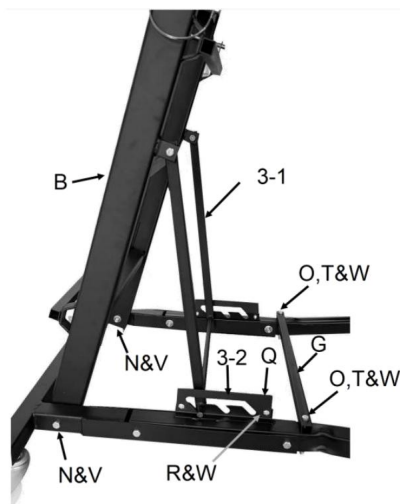

Fig. 3
3. Installez l'ensemble échelle (B) en en insérant un boulon de cadre (N) à travers chaque côté de la base d'un contre-écrou1 (V). Balançoire le support d'angle de l'échelle (Fig.3 3-1) dans le crans de réglage de la hauteur (3-2). Assurez-vous la barre transversale est bien en place.
4. Placez le support transversal de jambe (G) sur les deux jambes (E et F), en alignant les trous des boulons. Insérez un boulon de support transversal (O) à travers chaque extrémité de le support transversal de la jambe et la jambe. Faites glisser une rondelle (T) sur un boulon et fixez-le avec un contre-écrou 2(W). Répétez avec l'autre support transversal boulon.
5. Fixez la plaque de réglage de la hauteur (Q). Faites correspondre l'ouverture angulaire avec la